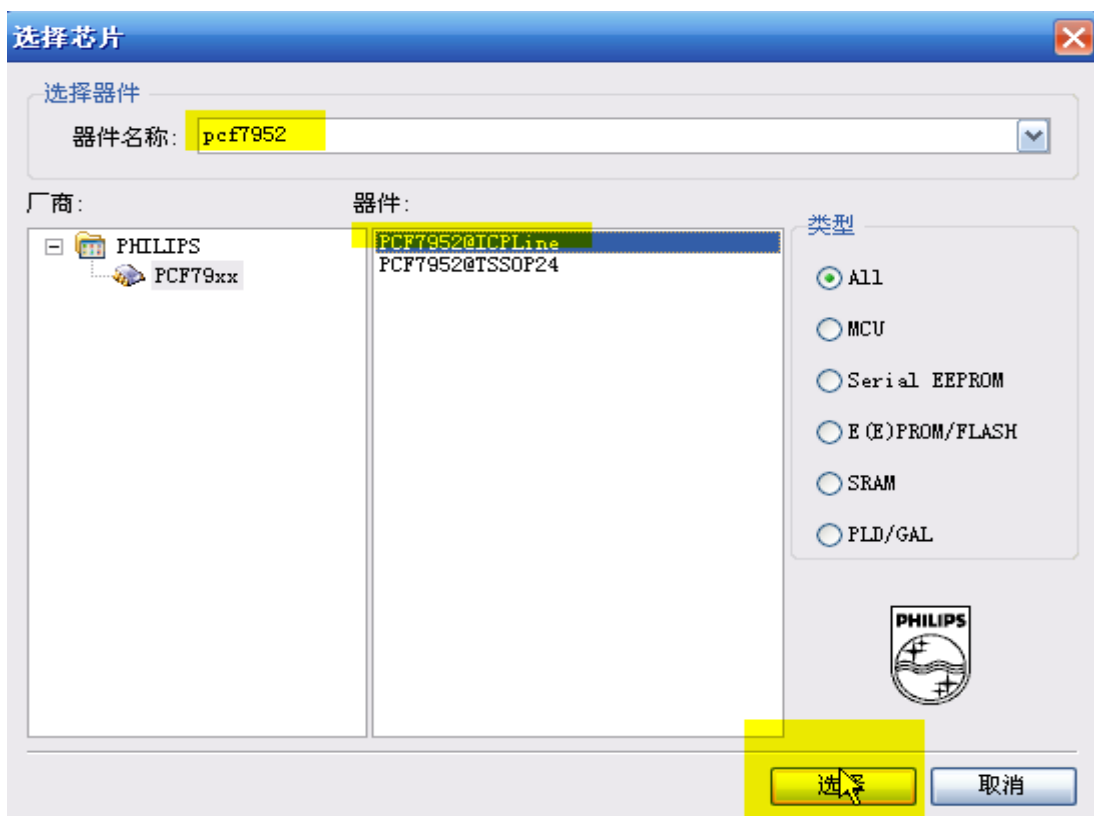

图 3.2. 2 选择 ICP 下载芯片
- 在器件名称输入框中输入芯片型号 PCF7952@ICPLine,如图 3.2. 2 所示；